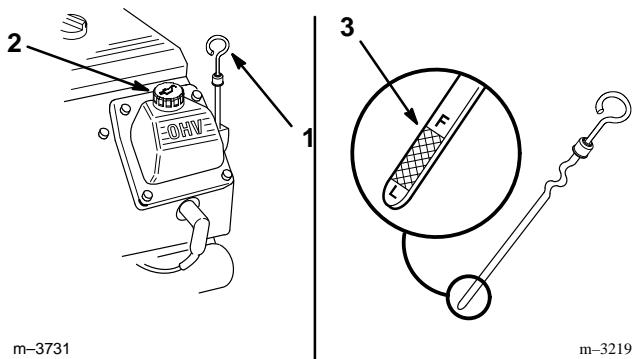

Figure 23
2. Nettoyer les abords de la jauge d'huile (Fig. 23) pour éviter l'introduction de saleté dans l'ouverture de remplissage, qui risquerait d'endommager le moteur.
3. Dévisser la jauge d'huile et bien essuyer l'extrémité métallique (Fig. 23).
4. Insérer la jauge à fond dans le goulot de remplissage (Fig. 23) sans la visser, puis la retirer et lire le niveau d'huile sur l'extrémité métallique. Si le niveau est bas, verser lentement de l'huile dans le goulot de remplissage, juste assez pour amener le niveau au repère du plein (F).
5. Verser lentement environ 80% du volume d'huile spécifié page 33 dans le goulot de remplissage (Fig. 23), puis contrôler le niveau d'huile, voir Contrôle du niveau d'huile, page 34. Rajouter de l'huile lentement pour amener le niveau jusqu'à la marque du plein (F) de la jauge.